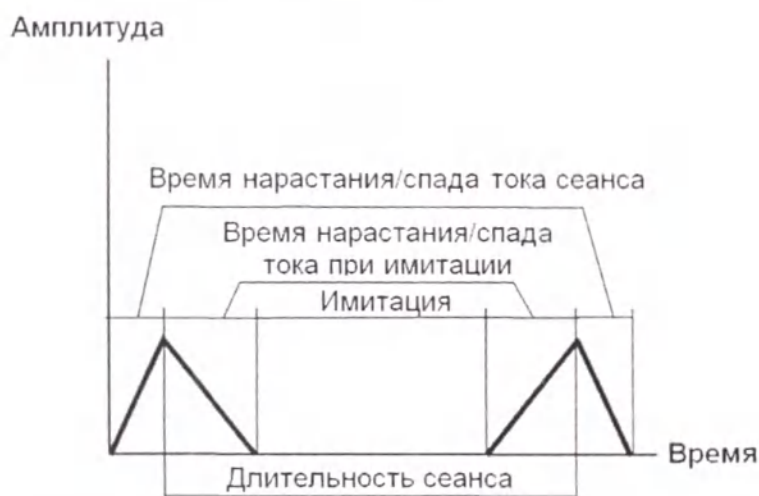

Рис. 3.37. Настройка времени нарастания/спада тока при использовании плацебо
- «Время плацебо» — установка времени спада тока до нуля в начале сеанса и времени нарастания тока до заданного значения при завершении сеанса (рис. 3.37).